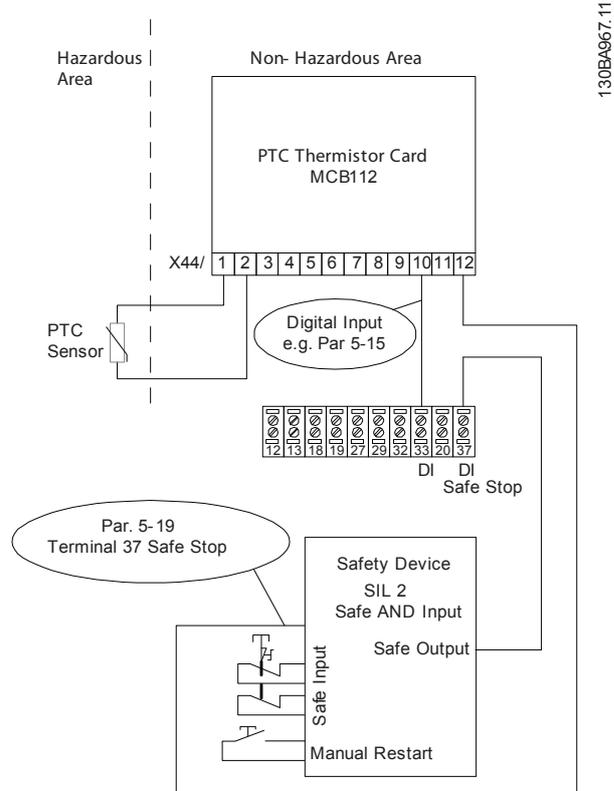

図 3.3 STO アプリケーションと MCB 112 アプリケーションの組み合わせ
- AND 理論の安全デバイスから STO 端子 37 への接続を、短絡保護します。図 3.3 を参照してください。
図 3.3 は、外部安全デバイスによる再スタートを示しています。すなわち、この設置においては、5-19 端末 37 安全停止は [7] PTC 1 & リレー W または [8] PTC 1 & リレー A/W の値に設定可能であることを意味します。詳細については、VLT® PTC サーミスター・カード MCB 112 取扱説明書を参照してください。